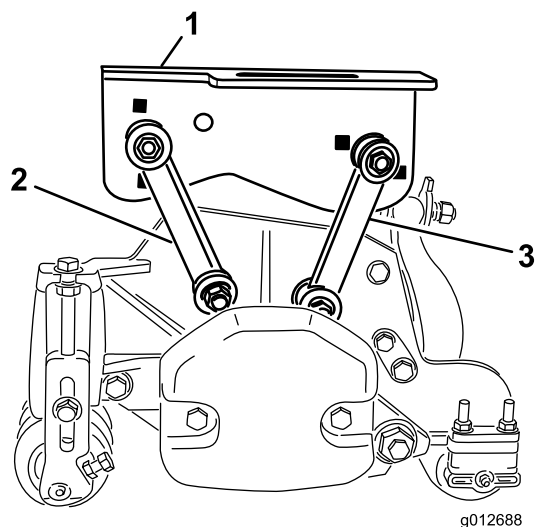

Figura 17
- Sujete los acoplamientos de montaje delanteros a los taladros centrales de los bastidores de tiro con un perno ($\frac{3}{8}$ x $2\frac{1}{4}$ "), 2 arandelas planas y una contratuerca, según se muestra en Figura 17. Coloque una arandela en cada lado del acoplamiento al montarlo. Apriete las fijaciones a 42 N·m.
bastidores de tiro con un perno ($\frac{3}{8}$ x $2\frac{1}{4}$ "), 2 arandelas planas y una contratuerca, según se muestra en Figura 17. Coloque una arandela en cada lado del acoplamiento al montarlo. Apriete las fijaciones a 42 N·m.